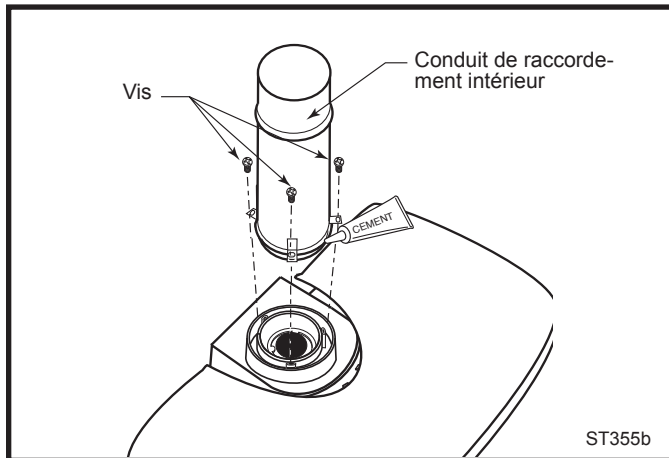

Fig. 21 Installation du conduit de raccordement intérieur DuraVent.
- Appliquez un cordon de mastic autour de l'extrémité inférieure de l'amorce de conduit et fixez l'ensemble au poêle au moyen des trois vis à empreinte cruciforme de 1/4-20 x 3/8 po contenues dans le sac de pièces. (Fig. 21)